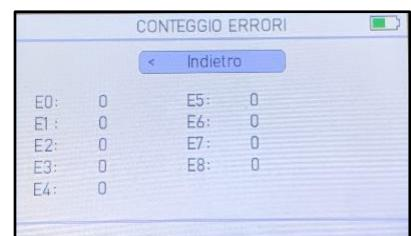

Fig. 49. *Contatori degli errori*
2. Premere . Vengono mostrati i CONTATORI DEGLI ERRORI (vedi fig. 49)